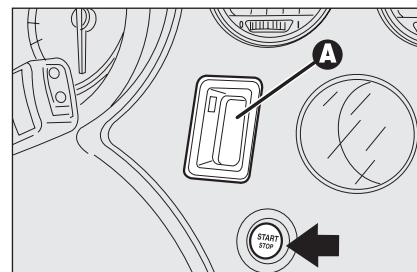

fig. 13
- ☐ lettore **A-fig. 13** della chiave elettronica (ubicato di fianco al volante);